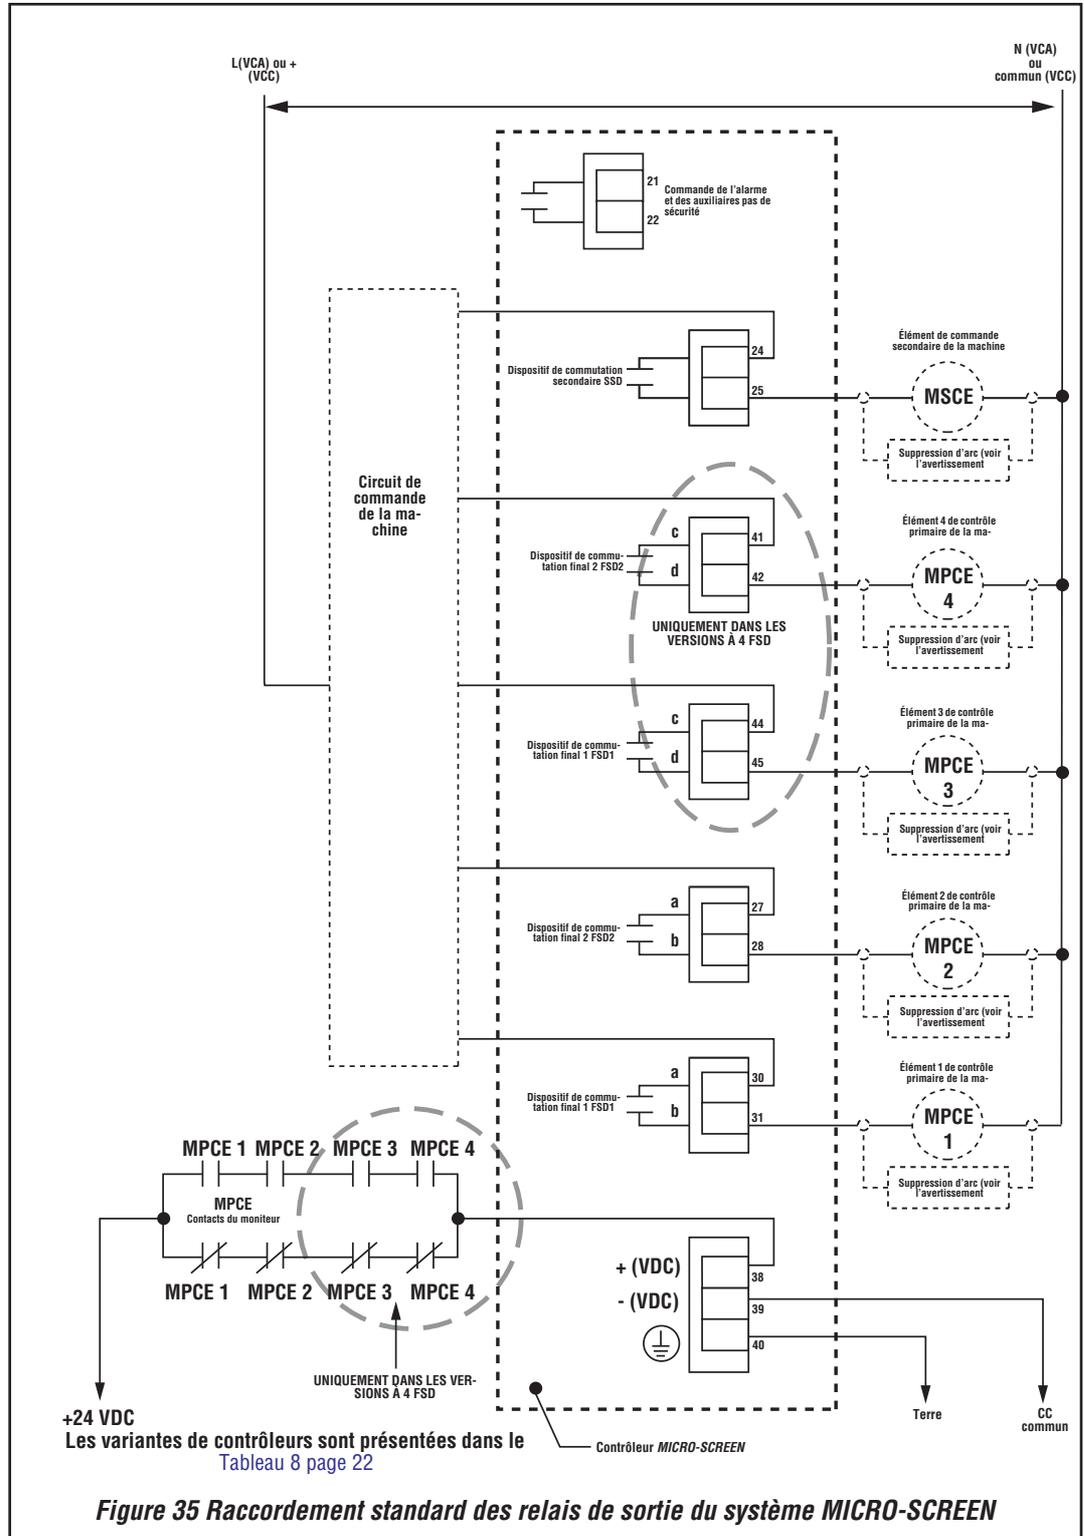

Figure 35 Raccordement standard des relais de sortie du système MICRO-SCREEN
☛ Dans les circonstances normales, l'alimentation du contrôleur se fait par les contacts MPCE de la machine protégée comme illustré en Figure 35 page 36. À ce stage cependant, **ne raccordez pas aux MPCE.**
SI ON UTILISE DES SUPPRESSEURS D'ARCS, CES DERNIERS DOIVENT ÊTRE INSTALLÉS SUR LES BOBINES DES ÉLÉMENTS DE COMMANDE DE LA MACHINE (COMME ILLUSTRÉ DANS LA **Figure 35 page 36**). N'INSTALLEZ JAMAIS DE SUPPRESSEURS D'ARCS AUX BORNES DES CONTACTEURS DU MICRO-SCREEN. IL EST POSSIBLE QUE LES SUPPRESSEURS CRÉENT UN COURT-CIRCUIT. S'ILS SONT INSTALLÉS DIRECTEMENT SUR LES CONTACTS DU COMMUTATEUR DU MICRO-SCREEN, UN SUPPRESSEUR EN COURT-CIRCUIT CRÉE UNE SITUATION DANGEREUSE QUI PEUT ENTRAÎNER DES BLESSURES GRAVES VOIRE MORTELLES. AVANT DE DÉMARRER LA MACHINE OU L'ÉQUIPEMENT, VÉRIFIEZ QUE LES SUPPRESSEURS SONT CORRECTEMENT MONTÉS.
Il est fortement recommandé d'utiliser un contact auxiliaire normalement ouvert (NO) et un contact normalement fermé (NF) de chaque MPCE (comme illustré dans la Figure 35 page 36) comme sortie relais auxiliaire MPCE. Avec ce type de raccordement, toute anomalie se produisant entre les éléments de contrôle MPCE entraîne l'in-
terruption de l'alimentation et le blocage du système MICRO-SCREEN. L'utilisation des contacts auxiliaires MPCE comme sortie relais auxiliaire est nécessaire au maintien de la redondance. Les contacts auxiliaires utilisés de la sorte doivent être limités à 55 VA. Pour conserver la redondance, les contacts MPCE doivent être raccordés selon la description du paragraphe 4.3.6 page 35 et Figure 35 page 36.
MPCE 1 est un élément électrique qui contrôle directement le fonctionnement normal de la machine. Cet élément est le dernier à fonctionner lors du démarrage ou de l'arrêt de la machine. Le contact de sortie du relais FSD1 doit être raccordé comme l'indique la Figure 35 page 36 pour contrôler l'élément primaire (MPCE 1). La capacité de commutation du relais FSD1 est de 250 VAC max., 4 A max. (charge résistive).
MPCE 2 est un élément électrique qui contrôle directement le fonctionnement normal de la machine (selon un chemin de contrôle différent de MPCE 1). Cet élément est le dernier à fonctionner lors du démarrage ou de l'arrêt de la machine. Le contact de sortie du relais FSD2 doit être raccordé comme l'indique la Figure 35 page 36, afin de contrôler l'élément (MPCE 2). La capacité de commutation du relais FSD2 est de 250 VCA max., 4 A max. (charge résistive). D'autres relais FSD1 et FSD2 existent sur certains contrôleurs.
Le relais de sortie du SSD (dispositif secondaire de commutation) se raccorde au MSCE (élément de commande secondaire) de la machine surveillée. Le MSCE est un élément de la machine protégée alimenté électriquement (indépendant des MPCE) qui est capable de couper l'alimentation de la principale partie mobile dangereuse de la machine en cas d'urgence. Les contacts de sortie du relais SSD doivent être raccordés à l'élément de commande secondaire de la machine (Figure 35 page 36) de façon à ce que, en cas de blocage, la puissance motrice de la machine soit coupée. La capacité de commutation du relais SSD est de 250 VCA max., 4 A max. (charge résistive). Figure 35 page 36 illustre les connexions de sortie du relais dans un cas général. Les connexions entre les sorties du système MICRO-SCREEN et les éléments de commande primaire et secondaire de la machine doivent être directs et conçus pour que la défaillance d'une seule ligne n'entraîne pas une défaillance du circuit ni un état potentiellement dangereux.
- 1) En se référant à la Figure 32 page 32, Figure 35 page 36 et au schéma électrique de la machine protégée, raccordez le relais de sortie comme suit :
- 1) En se référant à la Figure 33 page 32, Figure 35 page 36 et au schéma électrique de la machine protégée, raccordez le relais de sortie comme suit :